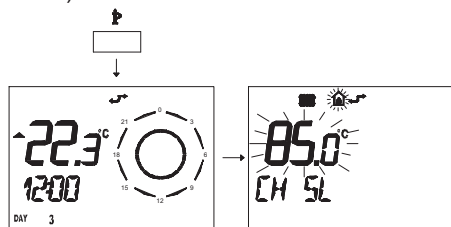

Figura 5.43
- Premere per più di 3 secondi il pulsante \bar{P} per entrare in modalità INFO (Figura 5.43).
Premere il pulsante \bar{P} per uscire dalla modalità INFO (Figura 5.43).